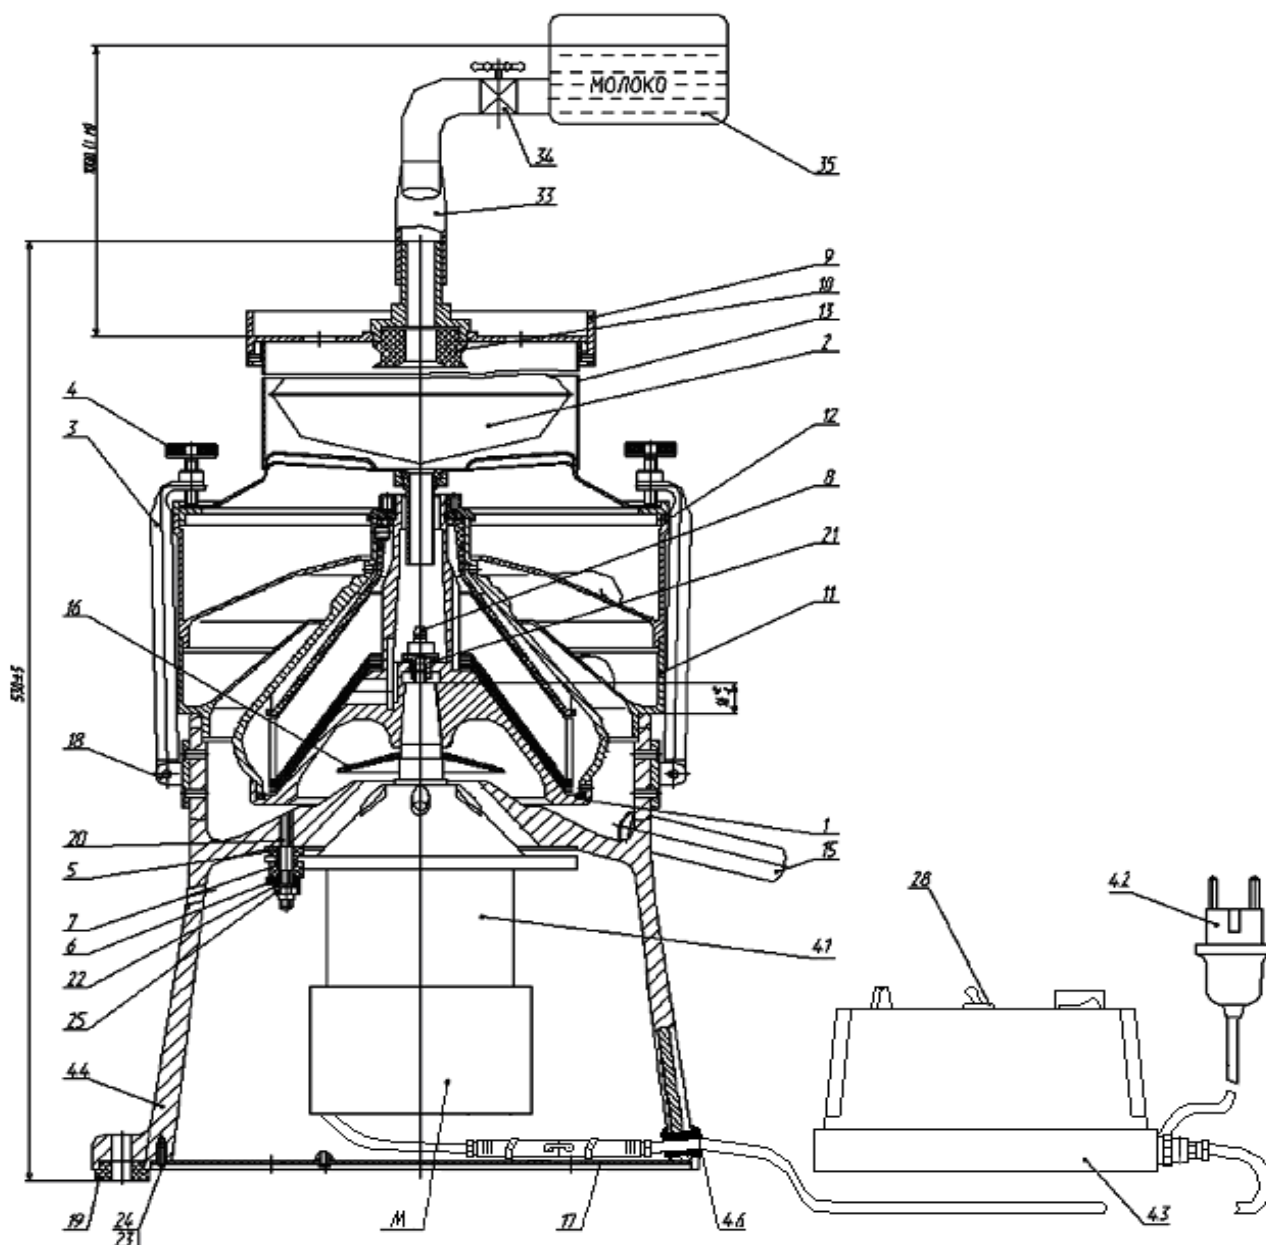

Рисунок 1.1 - Сепаратор в разрезе
Сепаратор (Рисунок 1.1) состоит из следующих основных деталей и сборочных единиц:
1.4.1 Корпус с электроприводом (Рисунок 1.1)
Поток обраты под давлением проходит между наружной поверхностью разделительной тарелки 3 и внутренней поверхностью крышки 1, поднимается вверх к горловине крышки, затем выбрасывается через шесть отверстий, просверленных под углом 60° в горловине крышки, собирается во внутренней полости приемника обраты 11 (Рисунок 1.1) и через отводной патрубков стекает в подставленную под обраты емкость.
1.4.2.3 Сливки, как более легкая фракция отсепарированного молока, прижимаются к центру вращения барабана, поднимаются вверх по внутренней поверхности разделительной тарелки 3 к горловине, через отверстие регулировочного винта 7 выбрасываются во внутреннюю полость приемника сливок 12 (Рисунок 1.1) и по наклонному патрубку стекают в подставленную емкость для сливок.
1.4.2.6 Динамически отбалансированный барабан устанавливается на конический хвостовик электродвигателя 41 (Рисунок 1.1) и крепится с помощью специального винта 8. Под выступ винта установлено уплотнительное кольцо 21 для предотвращения попадания влаги на конус вала электродвигателя.
Таблица 1 – Перечень деталей и сборочных единиц сепаратора (Рисунок 1.1)
1.4.3.1 Приемник сливок (Рисунок 1.1)
1.4.3.2 Приемник обраты (Рисунок 1.1)
1.4.4 Поплавковая камера (Рисунок 1.1)
1.4.5 Крышка (Рисунок 1.1)
- электродвигателя 41 (Рисунок 1.1);
- блока управления 43 (Рисунок 1.1);
- шнура питания 42 (Рисунок 1.1).